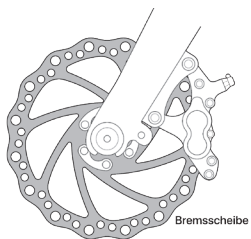
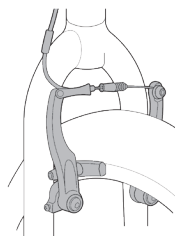

fig. 14
fig. 15
1. Sollte Ihr Fahrrad mit Felgenbremsen ausgerüstet sein, lösen Sie den Schnellspannmechanismus der Bremse, um den Abstand zwischen dem Reifen und den Bremskörpern zu erhöhen (siehe Abschnitt 4.C., Abb. 14 bis 17, S. 24).
1. Sollten Sie ein Multi-Speed-Fahrrad mit einer Kettenschaltung besitzen, versetzen Sie das Schaltwerk bitte in den schnellsten Gang (kleinster, äußerster Ritzel). Falls Ihr Fahrrad mit einer internen Nabenschaltung ausgestattet ist, ziehen Sie bitte Ihren Händler oder die Anweisungen des Nabenherstellers zurate, bevor Sie versuchen, das Hinterrad abzunehmen. Besitzen Sie hingegen ein Single-Speed-Fahrrad mit Felgenoder Scheibenbremse, so gehen Sie bitte zum unten aufgeführten Schritt (4) über.
2. Sollte Ihr Fahrrad mit Felgenbremsen ausgerüstet sein, lösen Sie den Schnellspannmechanismus der Bremse, um den Abstand zwischen der Radfelge und den Bremskörpern zu erhöhen (siehe Abschnitt 4.C., Abb. 14 bis 17, S. 23).
3. Einige Fahrradbremsen wie beispielsweise Scheibenbremsen (Abb. 14) und Linearzugbremsen (Abb. 15) sind extrem leistungsstark. Seien Sie besonders vorsichtig, wenn Sie sich mit diesen Bremsen vertraut machen und sie benutzen.
Die meisten Felgenbremsen verfügen über eine Art von Schnellspannmechanismus, der dafür sorgt, dass zwischen den Bremskörpern und dem Reifen ausreichend Platz verbleibt, wenn das Rad abgenommen oder wieder angebracht wird. Befindet sich der Schnellspanner der Bremse in geöffneter Stellung, sind die Bremsen funktionsunfähig. Bitten Sie Ihren Händler, Ihnen zu erklären, wie der Schnellspanner der Bremse Ihres Fahrrads funktioniert (siehe Abb. 14, 15, 16, 17 und 18) und überprüfen Sie ihn stets, bevor Sie losfahren, um sicherzustellen, dass beide Bremsen ordnungsgemäß funktionieren.